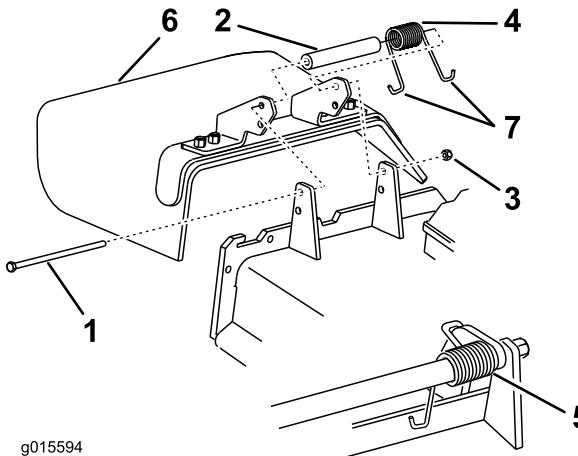

Figura 84
1. Retire la contratuerca, el perno, el muelle y el espaciador que sujetan el deflector a los soportes de pivote (Figura 84).
Nota: Asegúrese de colocar un extremo con gancho en J del muelle detrás del reborde de la carcasa antes de instalar el perno, según se muestra en Figura 84.
6. Coloque 1 extremo en J del muelle alrededor del deflector de hierba (Figura 84).